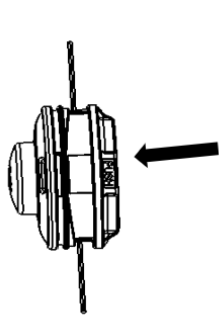

Fig.21
1. Appuyez sur le bouton « PUSH » sur la tête de coupe pour démonter les languettes de dégagement vers l'intérieur afin de déverrouiller le couvercle supérieur, puis retirez le dispositif de retenue de la bobine, pliez le nylon, accrochez-le et tournez-le sur le dispositif de retenue de la bobine (Fig. 21 et 22).